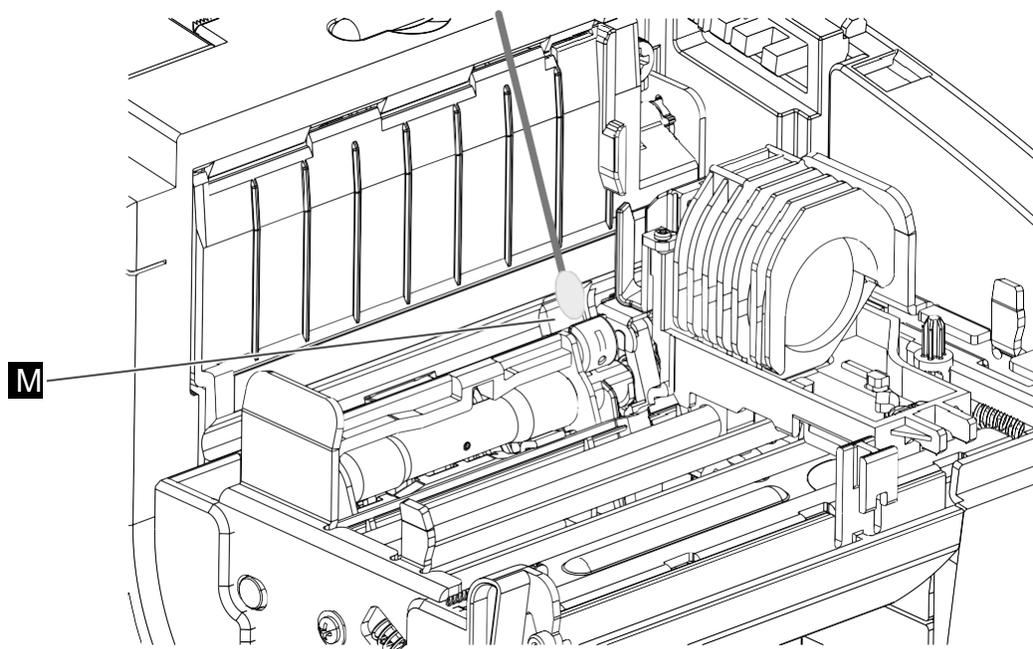

Figure 27. Nettoyage de la tête de lecture MICR
3. Déplacez le chariot vers la droite jusqu'à ce qu'il s'arrête, ou dans la position indiquée par la Figure 27.
5. Essuyez délicatement la tête à plusieurs reprises (voir **M** sur la Figure 27) avec le tampon. Épongez toute trace d'alcool à l'aide d'un tampon de coton sec.